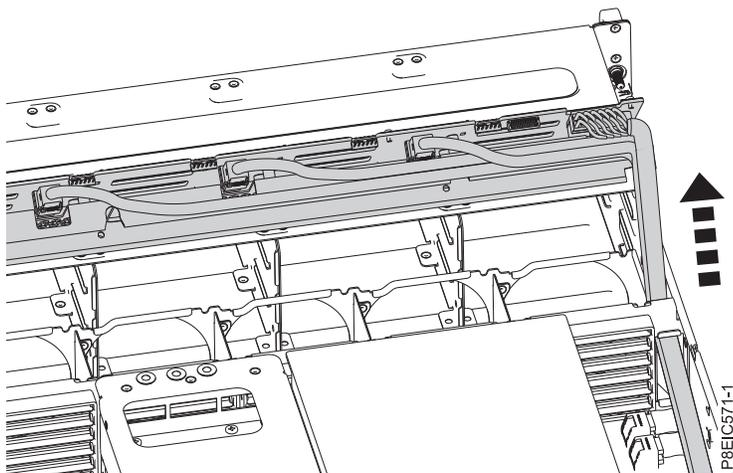

Figura 28. Removendo os cabos
10. Cuidadosamente passe os cabos de sinal da unidade, o cabo de energia da unidade e o cabo de controle do ventilador através do chassi para removê-los, conforme mostrado na Figura 28.